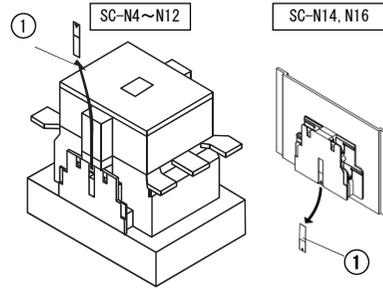

Fig. 1
(1) 安装
- ・ 请用小镊子将安装在交流接触器侧面上的透明盖①拆卸下来。(Fig. 1)
(1) Mounting
- ・ Remove the transparent cover ①, which is mounted on the side of contactor, with a pair of tweezers. (Fig.1)
(1) 取付け
- ・ 電磁接触器の側面に取付けられている透明カバー①をピンセットで取り外してください。(Fig. 1)